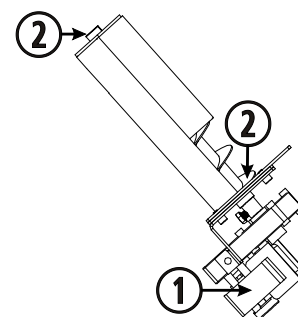

Figura 16
5.11. Lubrificação dos casquilhos de latão do sem fim, ponto 2 da figura 16, com óleo lubrificante. Uma pequena quantidade é suficiente para toda a estação. **Operação recomendada única e exclusivamente no caso de algum ruído.**